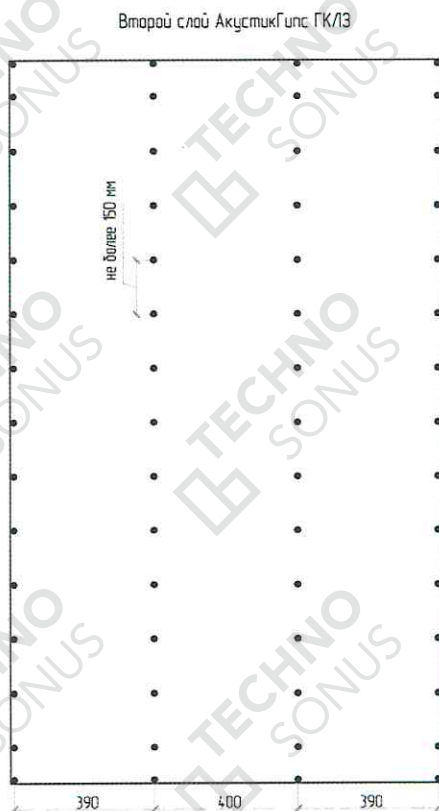

Рисунок 20 – Схема расположения саморезов на финишном слое АкустикГипс ГКЛЗ
6.14. Установить и закрепить финишный слой листов АкустикГипс ГКЛЗ. Шаг саморезов не более 15 см по основному профилю – вдоль утоненной кромки (см. рисунок 20). Первый лист не должен начинаться с утоненной кромки от угла и не должен заканчиваться ей же. Стыковка листов АкустикГипс ГКЛЗ возможна только по утоненной кромке или по подрезанному краю. Не допускается стыковка утоненной кромки и отрезного края. Швы между листами не заполняются виброакустическим герметиком Сонетик. Для фиксации финишного (второго) слоя АкустикГипс ГКЛЗ применяются саморезы ТС-XTN F 3,9x41. Шляпка самореза не должна быть утоплена в слой гипса более чем на 1 мм. Саморезы